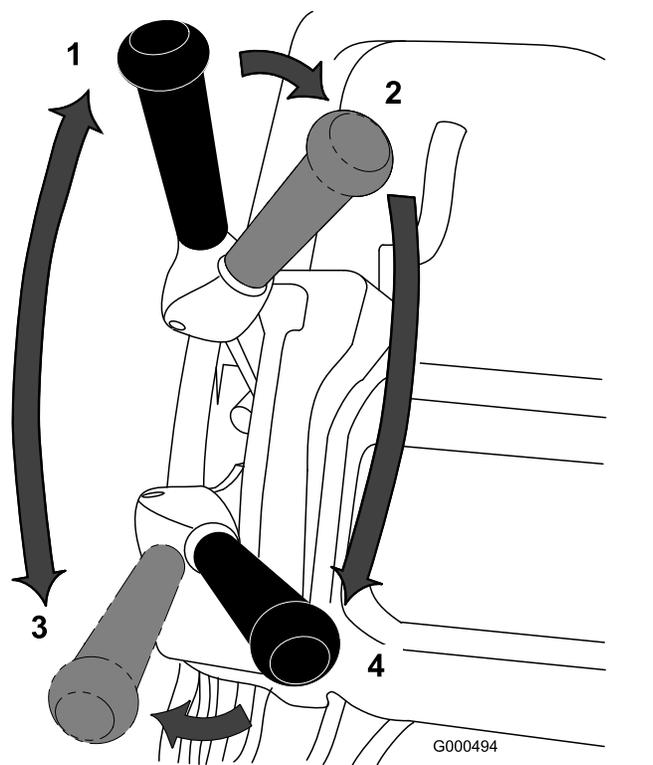

Figura 32
1. Ligue o motor, coloque o acelerador a uma velocidade reduzida, empurre a pega para baixo para levantar a unidade de corte, pressione o controlo de presença do operador, desloque a alavanca de tração e de engate da transmissão do cilindro para a posição PARA A FRENTE (transporte) e transporte a máquina até uma ponta do relvado (Figura 32).
2. Desloque a alavanca do acelerador para a posição PONTO MORTO (Figura 32).
3. Desloque a alavanca para a posição de tração —PONTO MORTO e transmissão do cilindro—DESENGATAR (Figura 32).
(Figura 32), aumente a velocidade do acelerador até que a máquina se movimente à velocidade desejada, conduza a máquina para o relvado, desça a unidade de corte para o solo e comece a operação.